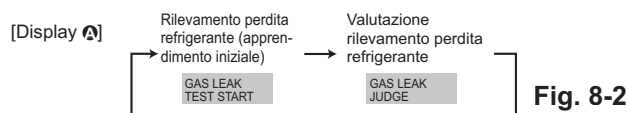

Fig. 8-2
- ② Premere il pulsante **CLOCK** e selezionare [GAS LEAK TEST START] (AVVIO TEST FUGA DI GAS). (Fig. 8-2)